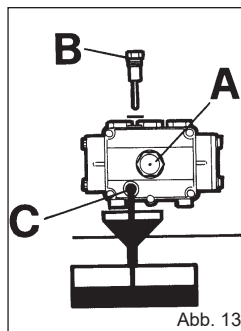

Abb. 13
2) Den Deckel mit dem Kontrollstab (Abb.13) aufdrehen.